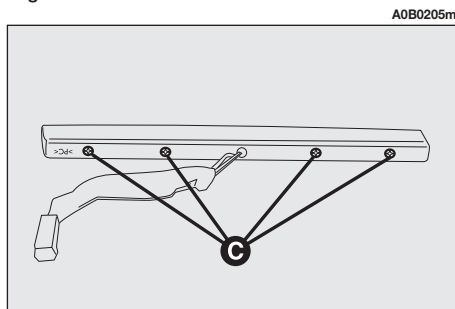

fig. 50
- Svitare le viti (**C-fig. 50**).